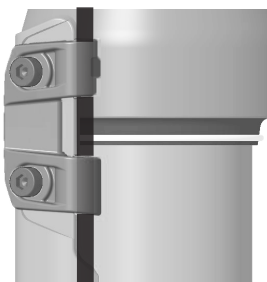
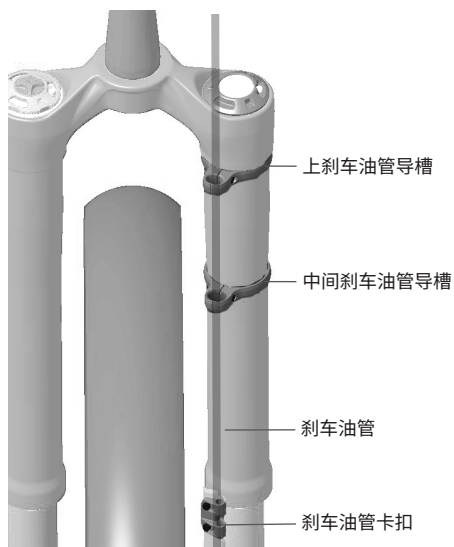

图 13: 安装刹车油管卡扣螺钉
图 14: 刹车油管穿过刹车油管导槽并进入桅杆的完整视图
2. 沿前叉左下管内侧布设刹车油管/线管。然后, 将刹车油管安装到刹车油管卡扣的开口处(图 13)。确认刹车油管内侧长度足够, 以避免前叉压缩时上管与油管接触(图 14)。使用 2.5 mm 六角扳手初步安装两个刹车油管卡扣螺钉, 便于在后面的步骤中进一步调整松紧度。